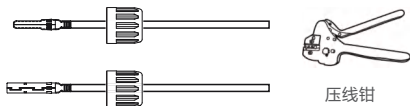

图3.20 将金属端子压接到线缆上
- 3. 使用专用压线钳将金属端子压接到线缆上。（见图3.20）